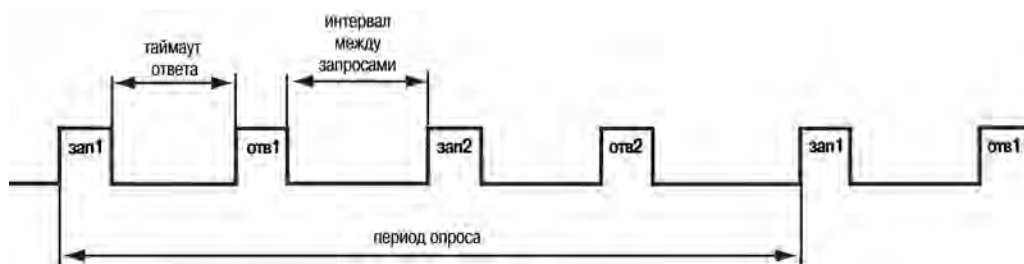

Рисунок 7.13 – Порядок запросов
- Интервал между запросами – настраивает интервал между отправкой следующего запроса после получения ответа на предыдущий (см. рисунок 7.13).